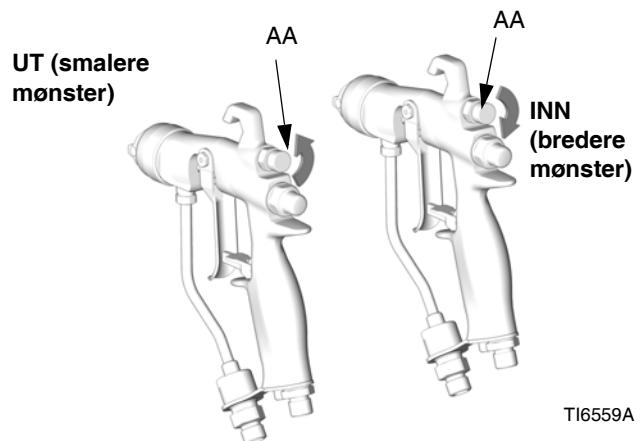

FIG. 6. Mønsterluftknott
- Se FIG. 6. Steng mønsterjusteringsluften ved å vri knotten (AA) med urviseren (innover) helt inn. Dette stiller pistolen inn for det bredeste mønsteret.